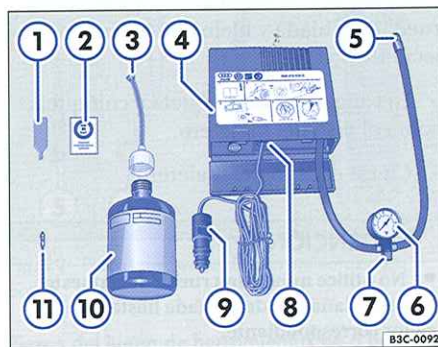

Fig. 24 Componentes del kit antipinchazos
El kit antipinchazos ⇒ fig. 24 contiene, además de un manual de instrucciones separado, los siguientes componentes:
- Retire el adhesivo ⇒ fig. 24 ② del kit antipinchazos y colóquelo en la zona de visión del conductor, en el tablero de instrumentos.
- Desenrosque el obús de válvula con la llave adjunta ⇒ página 80, fig. 24 ① y colóquelo sobre una superficie limpia.
- Agite el bote de llenado de neumáticos ⇒ página 80, fig. 24 ⑩ varias veces. ◀
- Enrosque la manguera de llenado ⇒ página 80, fig. 24 ③ en el bote de llenado de neumáticos. La lámina del cierre se rompe de forma automática.
- Retire el tapón del cierre de la manguera de llenado ③ e introduzca el extremo abierto en la válvula del neumático.
- Retire el bote de llenado de la válvula y enrosque nuevamente el obús en la válvula con la llave ⇒ página 80, fig. 24 ①.
- Enrosque la manguera de inflado ⑤ en la válvula.
- Asegúrese de que el tornillo de purga de aire ⇒ página 80, fig. 24 ⑦ esté cerrado.
- Enchufe el terminal con cable ⑨ en una toma de corriente de 12 voltios del vehículo.
- Conecte el compresor con el conmutador ON y OFF ⑧ durante 6 minutos, como máximo ⇒ ⚠.
- Vuelva a conecta la manguera de inflado ⇒ página 80, fig. 24 ⑤ y compruebe la presión en el manómetro ⑥.